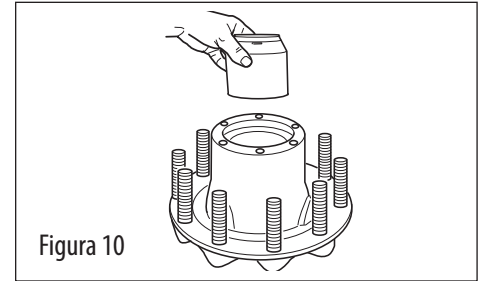

Figura 10
6. Gire la maza y colóquela con el extremo del sello hacia abajo. Coloque el separador de balero en la cavidad de la maza, asegúrese de que el extremo más pequeño, si lo tiene, esté hacia el extremo exterior de la maza (vea la figura 10).